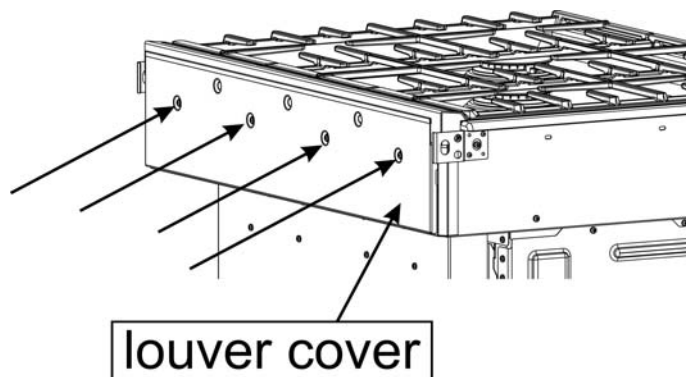

Figure 1 : Emplacements des vis de la grille d'aération arrière
Procédure pour une cuisinière intégrée bi-combustible avec grille d'aération (voir Figure 1)
Peut-on faire glisser la cuisinière vers l'avant suffisamment pour pouvoir accéder aux vis arrière et latéraux de la grille d'aération et de la garniture arrière (voir Figure 1)?
2. Faites glisser la cuisinière suffisamment vers l'avant pour pouvoir accéder aux vis de montage de la grille d'aération arrière. Voir Figure 1 : Emplacements des vis de la grille d'aération arrière.
3. Si votre cuisinière ne dispose pas d'une grille d'aération (voir Figure 1), allez à la procédure qui débute page 5.
4. Enlevez les quatre vis qui maintiennent la grille d'aération arrière en place (voir Figure 1). Conservez ces vis pour remettre la grille d'aération en place.
- Placez la grille d'aération arrière dans les fentes correspondantes et fixez-la à l'aide de quatre vis (voir Figures 1 et 2).